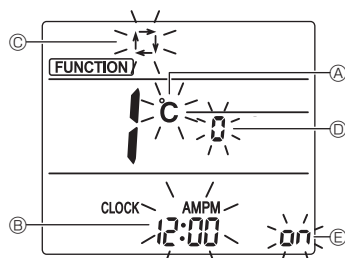

Fig. 6-10
3. Kontrollér, at funktionsnr. "1" vises, og tryk derefter på _{SET} -knappen ③. Skærmen til visningsindstilling vises. (Fig. 6-10)